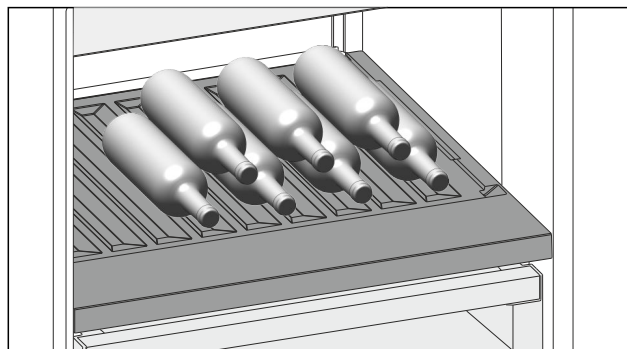

Fig. 143
- Flessen met de bodem naar achteren tegen de achterwand plaatsen. (zie Fig. 143)